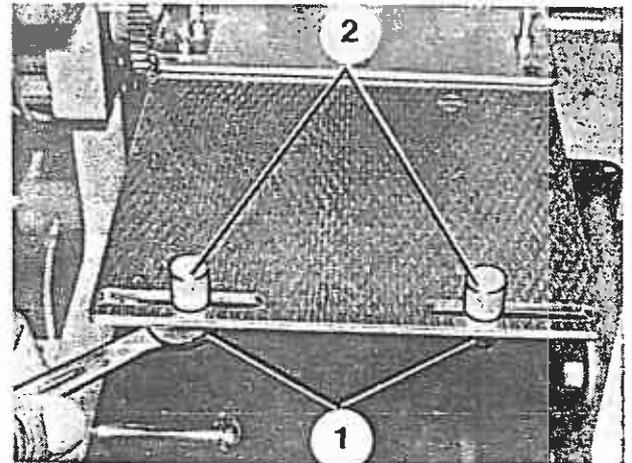

Bild 123
2. Sechskantmuttern (Bild 123/1) der Einwicklerführungen lösen, Einwicklerführungen (Bild 123/2) auf die, der Einwicklerbreite entsprechenden Markierungen setzen und Sechskantmuttern wieder festziehen.